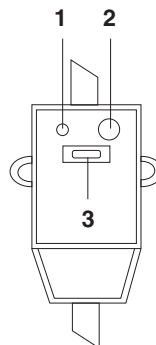

Рис. 6
| Индикация на дисплее отсутствует                                         | Сработала защита УЗО                                                                                                | Протестируйте УЗО, нажав кнопку «test». В случае, если УЗО прошло тестирование, нажмите на кнопку (3) перезапуска. В случае, если тестирование не проходит, свяжитесь со специалистами по техническому обслуживанию для осуществления ремонта (см. рис. 6) |
- При подключении к электрической сети питания на лицевой стороне УЗО (см. рис. 6) загорится индикатор Power (1).
- Для тестирования УЗО нажмите кнопку TEST (2). Индикатор Power (1) будет отключен.
- Для перезапуска УЗО нажмите кнопку (3).